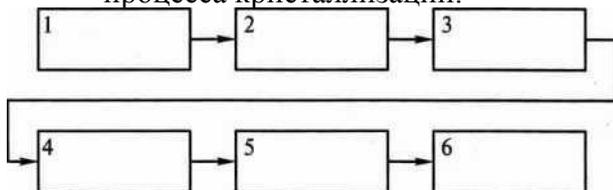

Рис. 1.2. Основные этапы процесса кристаллизации
7. В приведенных прямоугольниках (рис. 1.2) схематически изобразите основные этапы процесса кристаллизации.